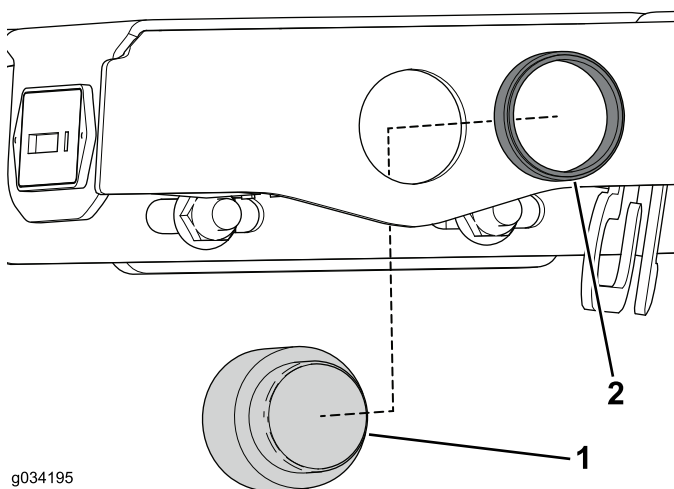

图11
- 取下警报器上的滚花卡环，然后将警报器从控制台总成中取出（图11）。